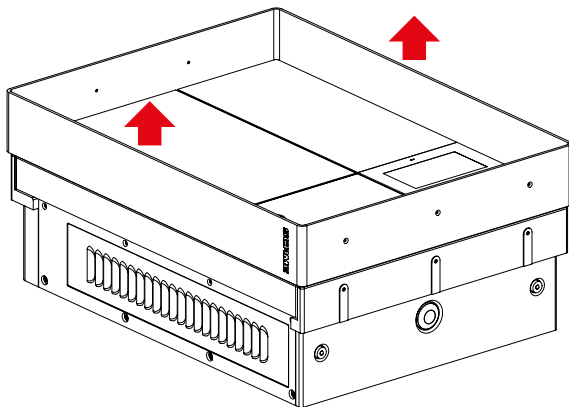

Bild 4: Borttagning av metallram
- Dra försiktigt metallramen och låt glida tills den är helt ute, lägg den sedan åt sidan. Se bild 4. Om du inte lyckas ta bort metallramen nu kan det resultera i kosmetisk skada på grund av att ramen gnider mot kedjan eller liknande medel som används för lyfttågärder.